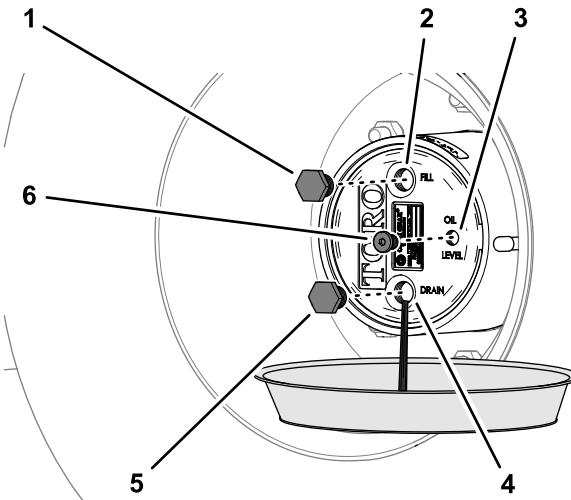

Bild 96
2. Stellen Sie eine Auffangwanne unter die Nabe des Planetengetriebes, entfernen Sie die Ablass-, Füll- und Prüfschraube und lassen Sie das Öl vollständig ablaufen (Bild 96).